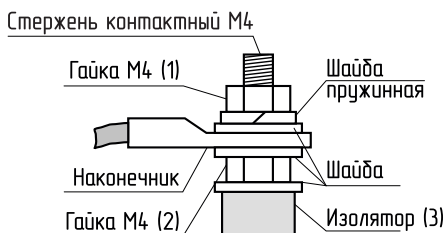

Рис.5 Присоединение проводов к выводам блок ТЭН
6.4. При замене блок ТЭН присоединение фазных проводов к выводам блок ТЭН производить согласно Рис.5. Сечение кабеля указано в таблице 1.